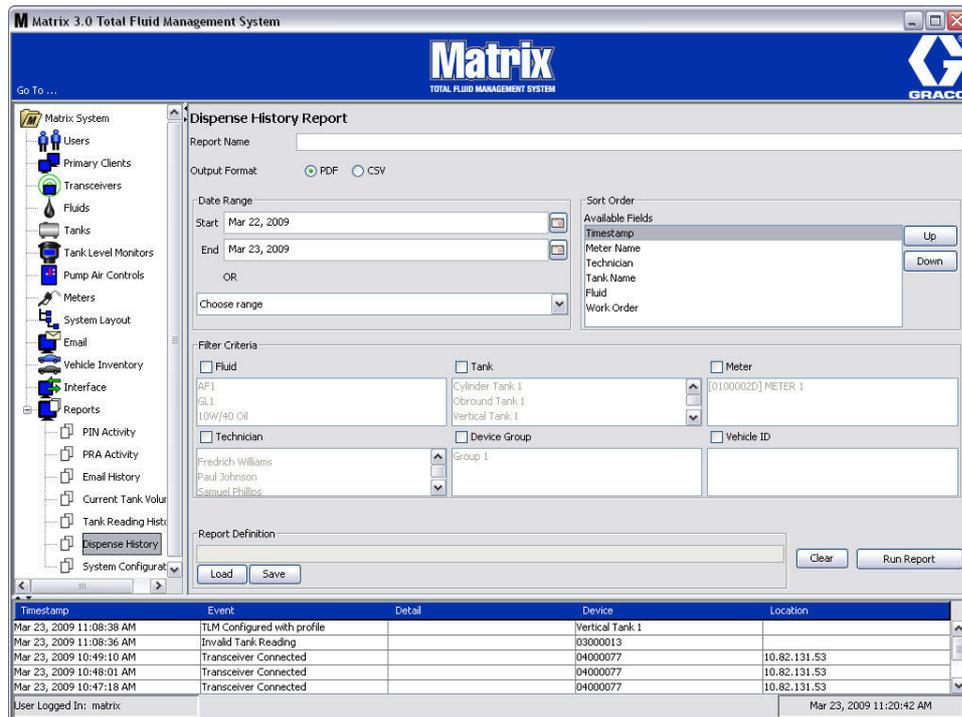

FIG. 177
- **Cronologia erogazioni (Fig. 177)**